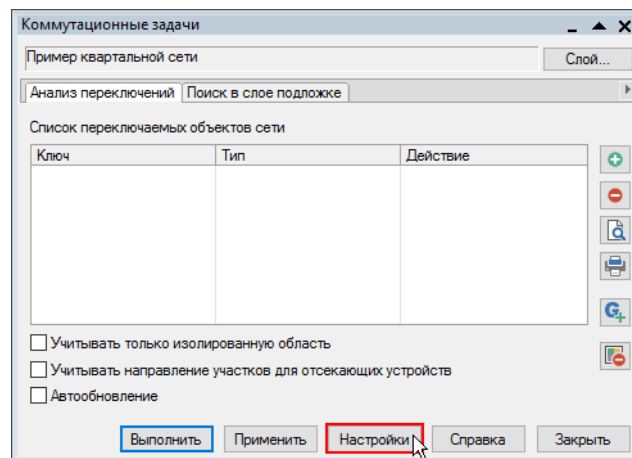

Рисунок 16.9. Настройки коммутационных задач
- Нажмите кнопку Настройка (Рисунок 16.9, «Настройки коммутационных задач»).